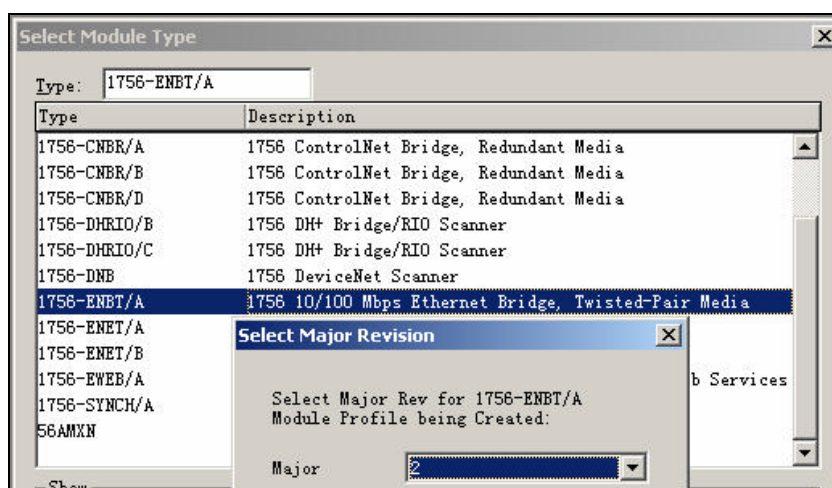

图 3-21 选择模块类型
13. 在选择模块类型对话框中, 单击选定 1756-ENBT 模块。弹出该模块选择主要版本号对话框, 如图 3-21 所示。